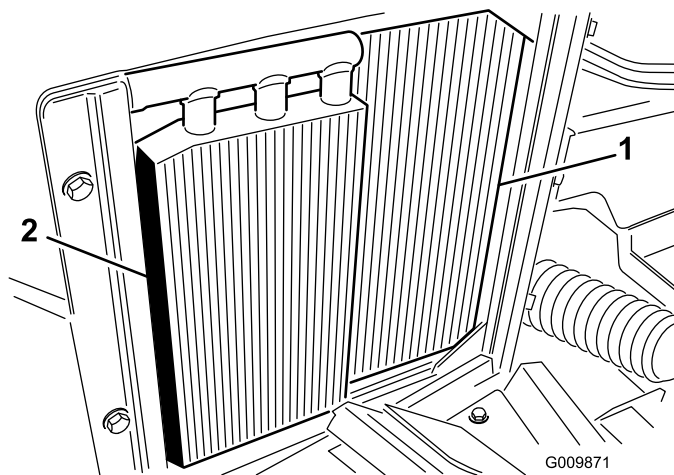

Figura 54
2. Quando agite sul lato della ventola del radiatore, spruzzate il radiatore con un flessibile oppure soffiare aria compressa (Figura 54).
3. Pulite accuratamente il refrigeratore dell'olio (Figura 54) e rimuovete i detriti eventualmente raccolti attorno ai componenti.